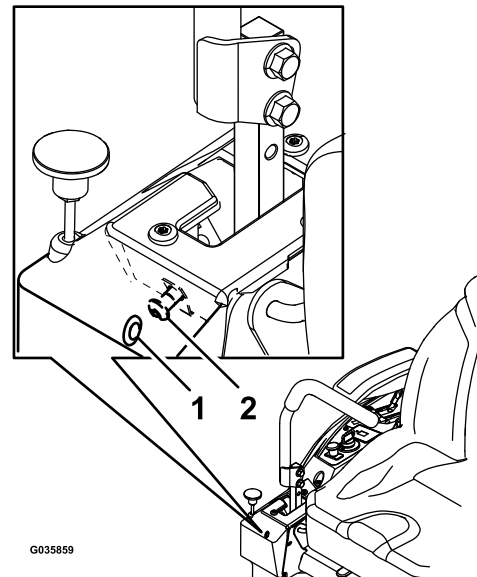

Figura 56
6. Si la máquina se desvía hacia la derecha, inserte una llave hexagonal de 3/16" a través del orificio de acceso del panel derecho delantero y gire el tornillo en sentido horario o antihorario para ajustar el recorrido de la palanca (Figura 56).
7. Si la máquina se desvía hacia la izquierda, inserte una llave hexagonal de 3/16" a través del orificio de acceso del panel derecho delantero y gire el tornillo en sentido horario o antihorario para ajustar el recorrido de la palanca (Figura 56).